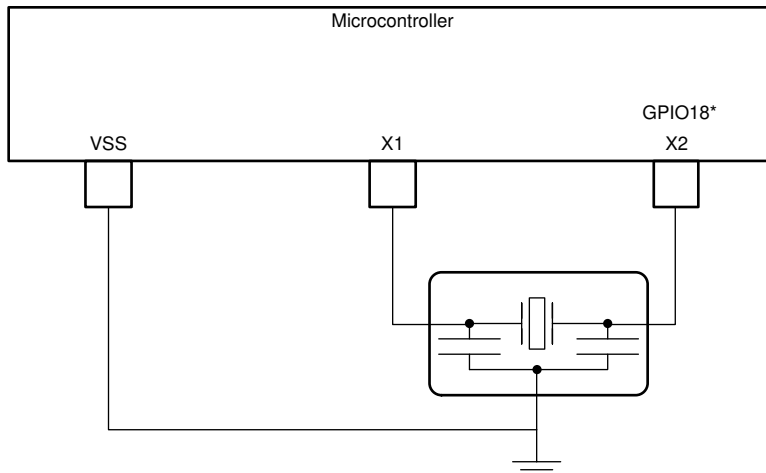

図 7-19. 外部共振子
- 外部共振子。図 7-19 に示すように、X1 と X2 の間に共振子を接続し、そのグラウンドを VSS に接続する必要があります。